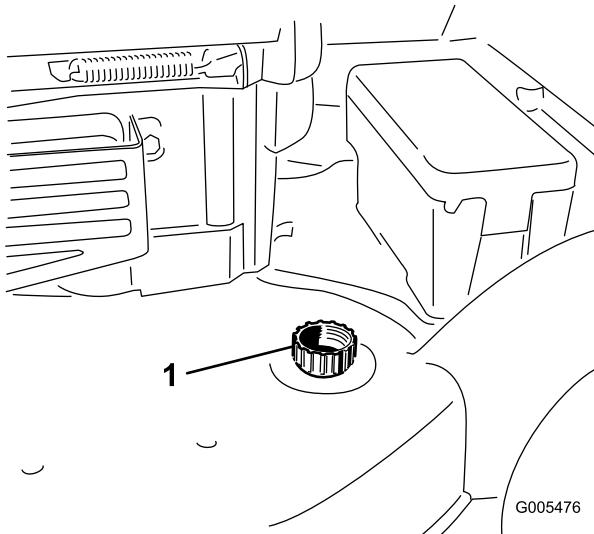

Figura 43
- Collegate una canna da giardino al rubinetto dell'acqua ed al foro di lavaggio sulla scocca del tosaerba (Figura 43).